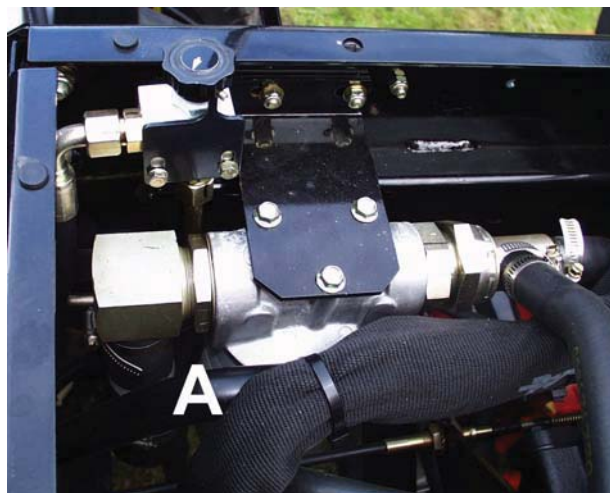

Fig.6
4. O nível do óleo hidráulico deve ficar a meia altura do visor. (A(Fig.6)).